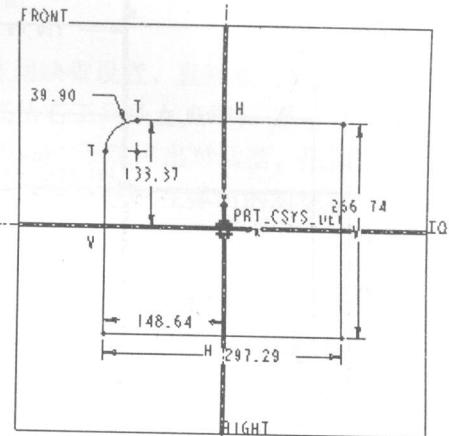
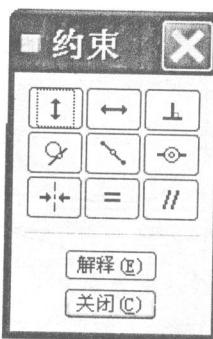
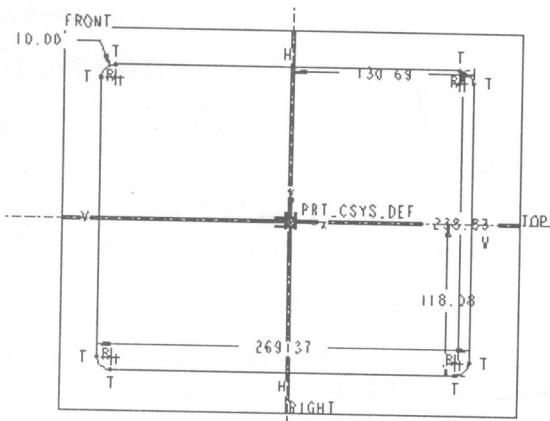

图 1-14 绘制圆角
图 1-15 几何约束对话框
图 1-16 使 4 个圆角半径相等
(4) 接着点击“草绘”(Sketch)→“圆角”(Fillet)→“圆形”(Circular)或从右工具条上点取 ，右边的箭头说明，该功能有子工具条，在矩形的左上顶点附近，依次用左键点取最上边和最左边，即可生成圆角，如图 1-14 所示。按鼠标中键结束该功能。再继续画出其余三个圆角。
(5) 系统自动为圆角标注出了尺寸，尺寸颜色显示为灰色，用左键双击尺寸数字，将尺寸数字修改为 10。
(6) 约束 4 个圆角的半径尺寸全部为 10。点击“草绘”(Sketch)→“约束”(Constrain.)或点击右工具条上按钮 ，出现几何约束对话框，如图 1-15 所示，点取相等按钮 ，然后首先选择左上角圆弧，再选择右上角圆弧，则右上角圆弧半径也变为“10”。同样地处理下面的两个圆弧。结果如图 1-16 所示。矩形四个顶点附近的  $R_1$  提示 4 个圆弧的半径是相等的。